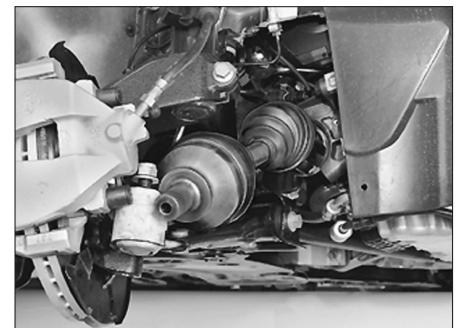

FIG. 8
- Rabattre le pivot et déposer la transmission (Fig.8).